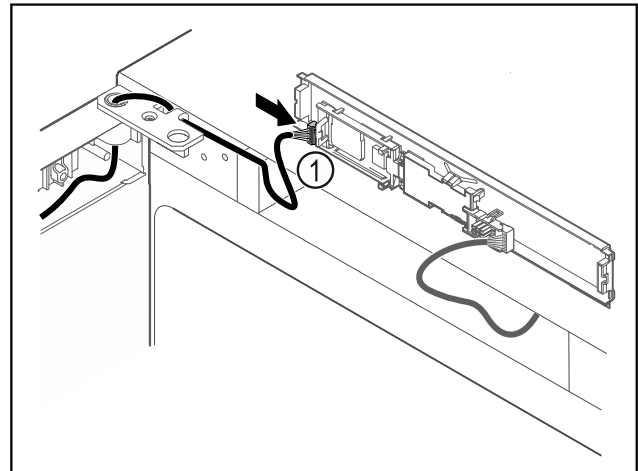

Fig. 60
- Stekker Fig. 60 (1) in printplaat steken.